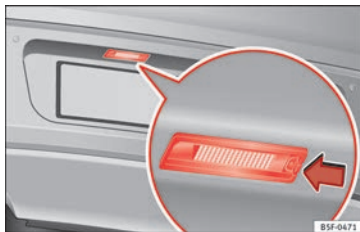

Fig. 112 Sur le pare-chocs arrière : éclairage de la plaque d'immatriculation.
1. Appuyez sur la languette de l'éclairage de la plaque d'immatriculation dans le sens de la flèche » fig. 112.